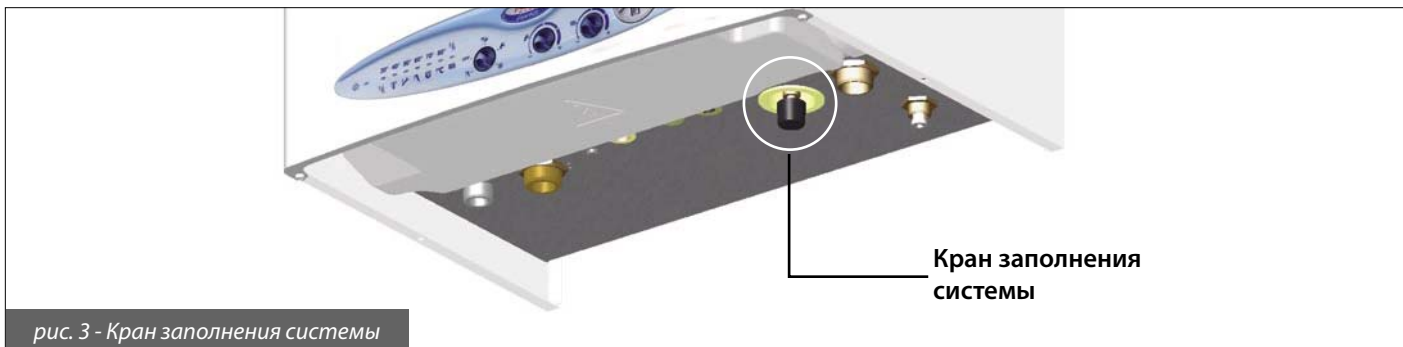

рис. 3 - Кран заполнения системы
Если загорается световой индикатор **6** (красный) – это сигнализирует о недостатке воды, циркулирующей в системе (срабатывает предохранительное реле потока). Необходимо увеличить количество воды, циркулирующей в системе, с помощью крана заполнения системы **A** (рис. 3): на охлажденном котле значение давления воды должно составлять 1-1,3 бар.
- открутить кран заполнения системы (рис. 3) движением против часовой стрелки, для открытия поступления воды в котел;